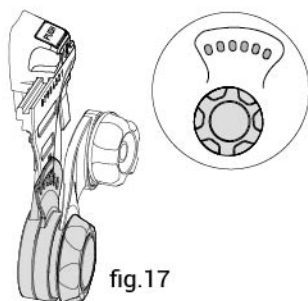

fig.17
- Pour régler la position de repos et la plage de rotation, desserrez le bouton de tension, tournez le levier dans l'une des trois positions et resserrez le bouton de tension (voir fig.17).